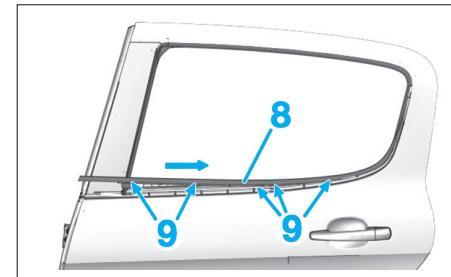

Fig. 119
- Dégrafer le joint lécheur extérieur (8) comme illustré en (9) et en suivant la flèche (Fig.119).